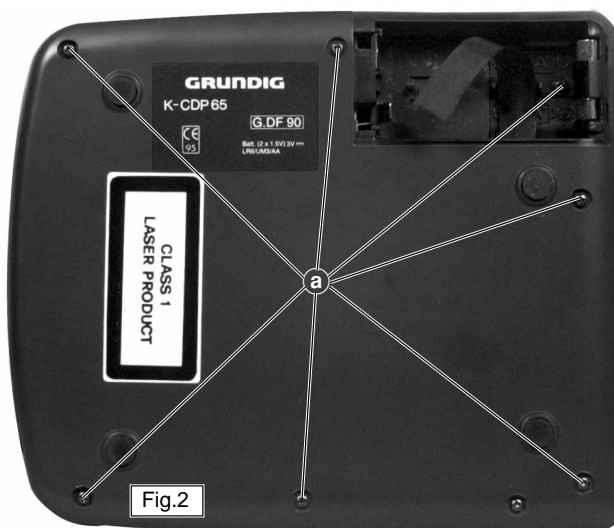

Fig.2
- 7 Schrauben ② herausschrauben (Fig.2).
- Undo 7 screws ② (Fig.2).